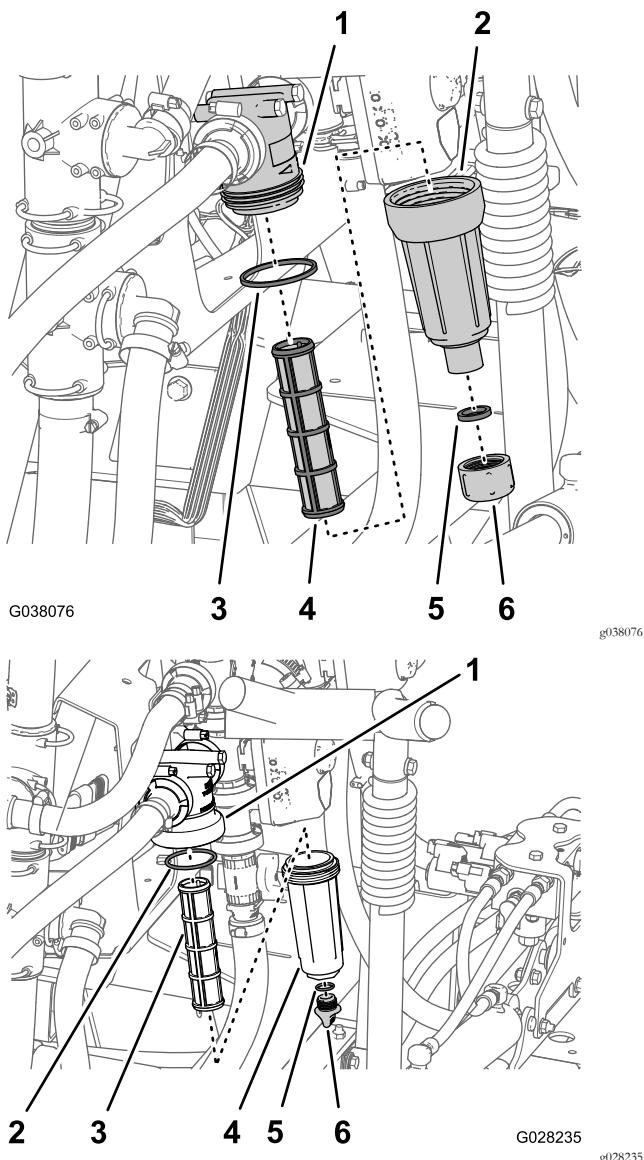

Figura 132
2. Allineate una bacinella di spurgo sotto il filtro della pressione (Figura 132).
3. Ruotate il tappo di spurgo in senso antiorario e rimuovetelo dal pozzetto del filtro della pressione (Figura 132).
4. Ruotate il pozzetto in senso antiorario e rimuovetelo dalla relativa testa del filtro (Figura 132).
5. Rimuovete l'elemento del filtro della pressione usato (Figura 132).
6. Controllate l'O-ring del tappo di spurgo (situato nel raccordo filettato del pozzetto) e l'O-ring del pozzetto per escludere danni e usura (Figura 132).
7. Montate il nuovo elemento del filtro della pressione nella testa del filtro (Figura 132).
8. Montate il pozzetto sulla testa del filtro e serrate manualmente (Figura 132).
9. Montate il tappo sul pozzetto e serrate manualmente (Figura 132).